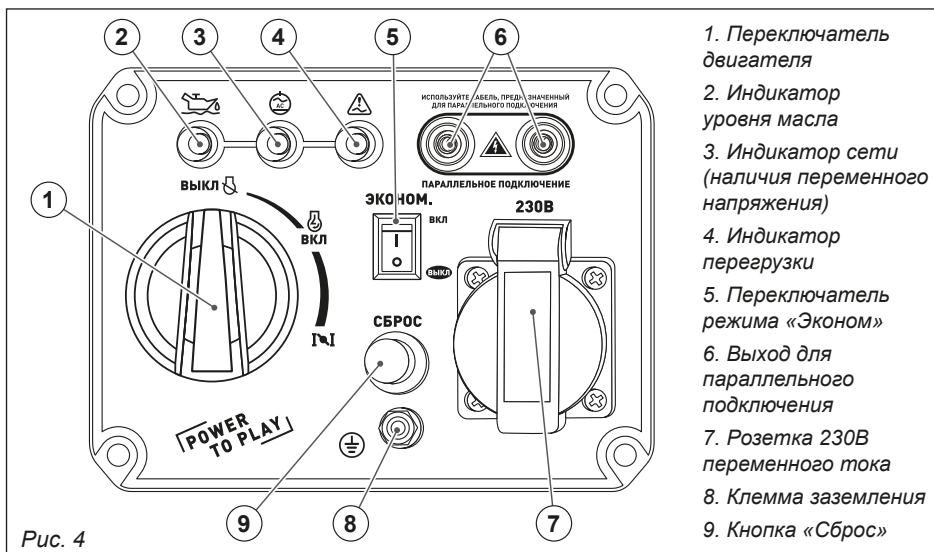

Рис. 4
(рис. 4, поз. 1)
### Индикатор низкого уровня масла (рис. 4, поз. 2)
### Индикатор сети (рис. 4, поз. 3)
(рис. 4, поз. 4)
### **Переключатель режима работы «ЭКОНОМ» (рис. 4, поз. 5)**
### **Разъем для параллельного подключения (рис. 4, поз. 6)**
### **Клемма заземления (рис. 4, поз. 8)**
**Кнопка «СБРОС» (рис. 4, поз. 9)**